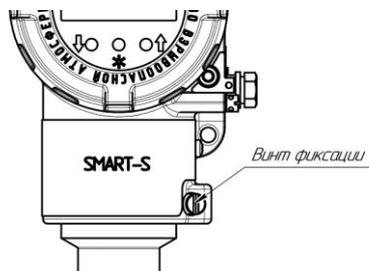

Рисунок 2 – Винт фиксации
1.4.5 Для лучшего обзора индикатора или для удобного доступа к двум отделениям электронного преобразователя (модулю подключения и модулю индикации) корпус электронного блока преобразователя может быть повернут на угол примерно  $\pm 200$  градусов (вправо или влево). Для этого необходимо с помощью шлицевой отвертки SL6 ослабить винт фиксации корпуса (см.рис.2). После поворота корпуса электронного блока преобразователя в удобное положение винт фиксации необходимо затянуть.